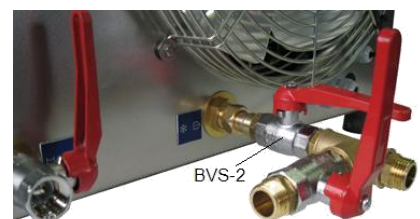

Abbildung 4.18
2. Stellen Sie den Kugelhahn (BVS-2) auf „open“, (siehe Abbildung 4.18).